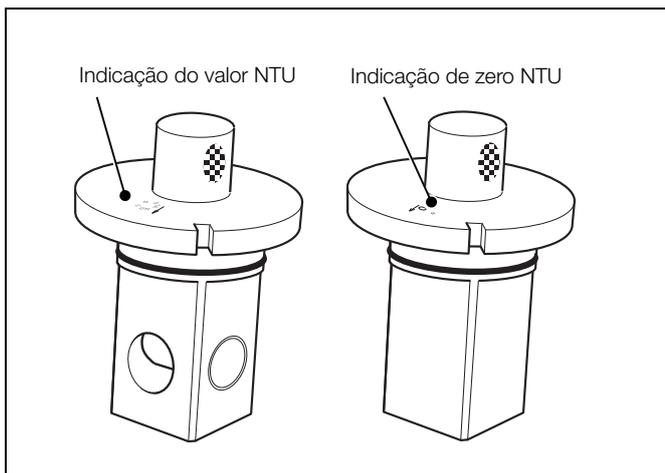
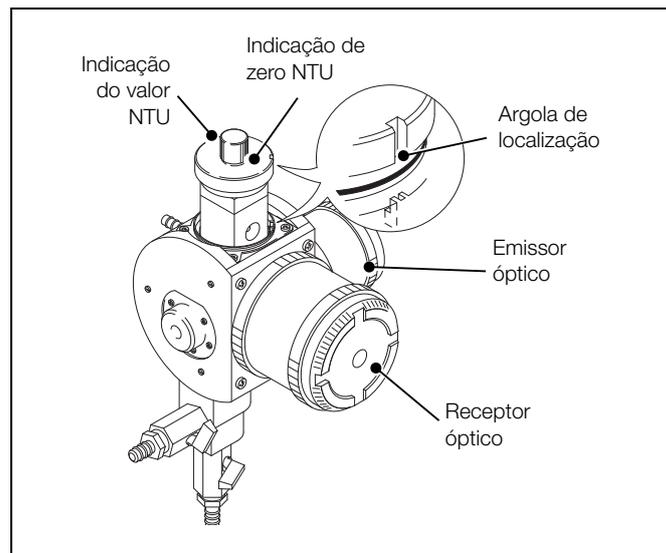

Fig. 7.5 Norma de calibração a seco para sensores de curto alcance
Fig. 7.7 Inserir a norma a seco
6. Insira a norma de calibração a seco com a indicação de zero NTU (consulte as Figs 7.5 ou 7.6, página 23) virada para o recetor ótico, assegurando que a argola de localização encaixa corretamente – consulte a Fig. 7.7.